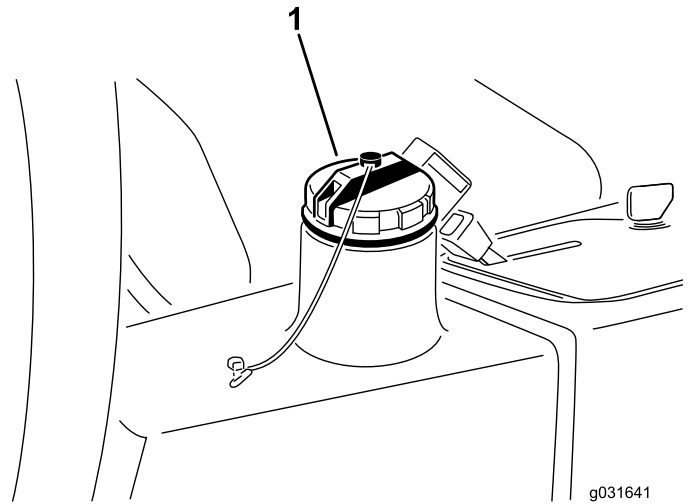

图 65
4. 向液压油箱图 65 注入约 13.2L 液压油请参阅 检查液压系统 (页码 42)。